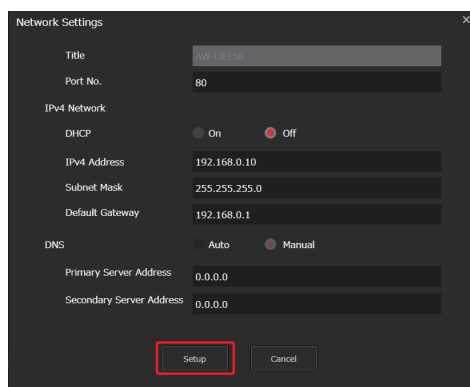

図3
- 4 ネットワークの各項目を入力し、[Setup] ボタンをクリックする。(図3)